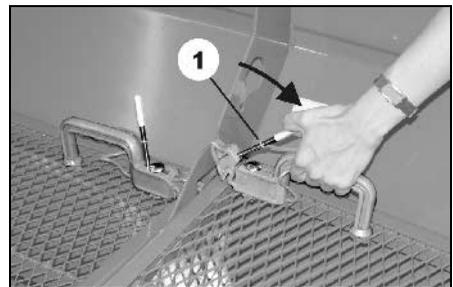

Fig. 7
- (Fig. 7/1) Entriegel-Position zum Hochschwenken des Schutzgitters
2. An Handgriff anfassen und Entriegelungs-Werkzeug zum Handgriff drehen (Fig. 7).